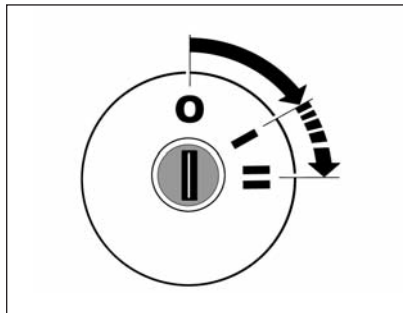

Рис. 36. Выключатель зажигания
**0** (рис. 36) – **выключено**. Положение фиксированное. Ключ вынимается.